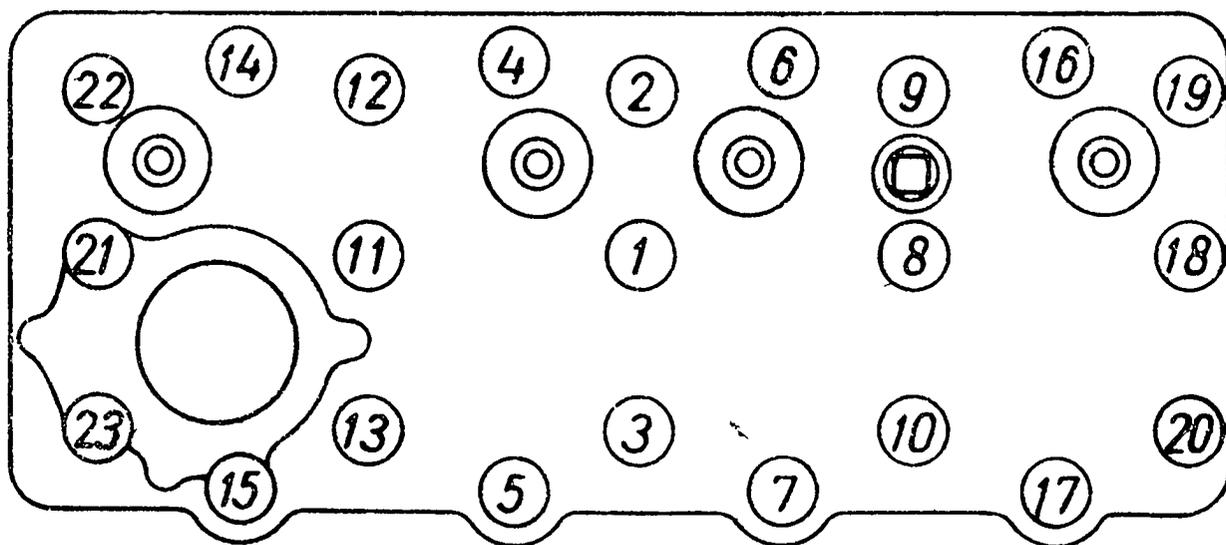

Рис. 4. Порядок подтяжки гаск головки цилиндров.
1. Подтянуть гайки крепления головки блока двигателя, соблюдая порядок подтяжки, указанный на рис. 4. Эту операцию надо делать специальным ключом, прилагаемым к автомобилю, без рывков и только на холодном двигателе. Следует остерегаться перетяжки гаек, так как это может вызвать обрыв шпилек.